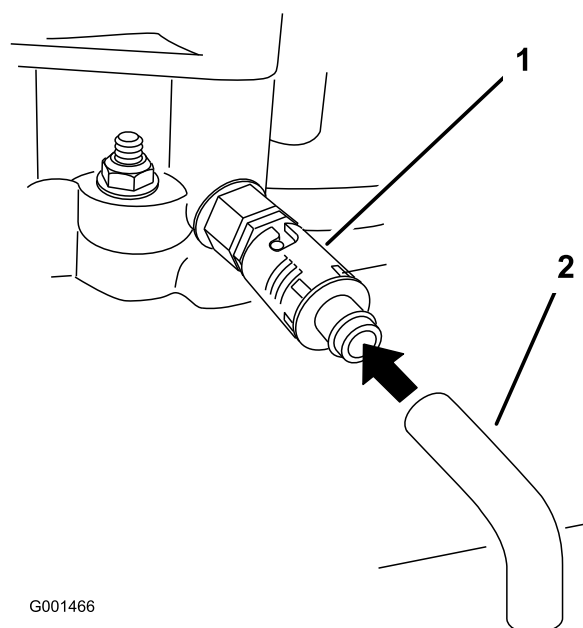

Bild 35
6. Stellen Sie eine Auffangwanne unter den Ablassschlauch. Drehen Sie das Ölablassventil, damit das Öl herauslaufen kann (Bild 35).
8. Entfernen Sie den Ablassschlauch (Bild 35).